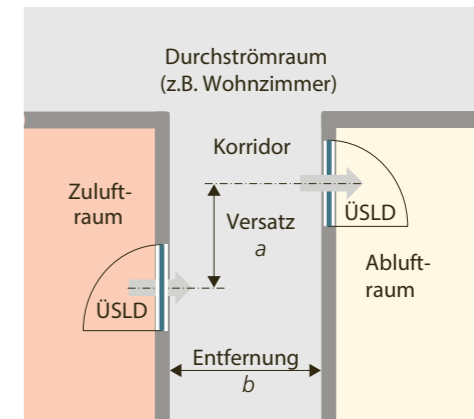

Bild 3.21: Kurzschluss-sichere Anordnung von Überström-Luftdurchlässen.
Laboruntersuchungen und Simulationen [3] haben gezeigt, dass ein gewisser Kurzschluss entstehen kann, wenn die ÜSLD eines Zulufttraums und eines Ablufttraums in kurzer Entfernung direkt gegenüberliegen. Die Luft im Durchströmbereich kann dann allenfalls eine geringfügig höhere CO₂-Konzentration aufweisen als im Ablufttraum. Bild 3.21 zeigt eine solche Geometrie mit Kurzschlusspotenzial.
- Bei mindestens einem Türpaar beträgt der Versatz *a* gemäss Bild 3.21 mindestens 1,5 m.
- Bei mindestens einem Türpaar ist die Entfernung *b* gemäss Bild 3.21 grösser als 3 m.